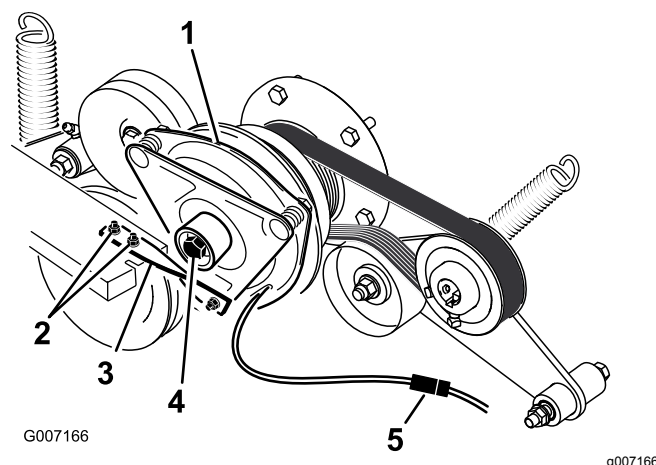

Figura 66
6. Desenchufe el conector eléctrico del embrague (Figura 66).
7. Retire los dos pernos que sujetan la correa de goma del embrague al bastidor del cortacésped (Figura 66).
8. Retire el perno central que sujeta el embrague al eje del motor, y retire el embrague y la chaveta (Figura 66).
15. Sujetando el cigüeñal en la parte trasera de la máquina, instale el perno central y apriételo a 68 N·m (50 pies-libra) (Figura 66).
16. Instale la correa de goma del embrague al bastidor del cortacésped con los dos pernos y tuercas que se retiraron anteriormente (Figura 66).
18. Enchufe el conector eléctrico del embrague (Figura 66).